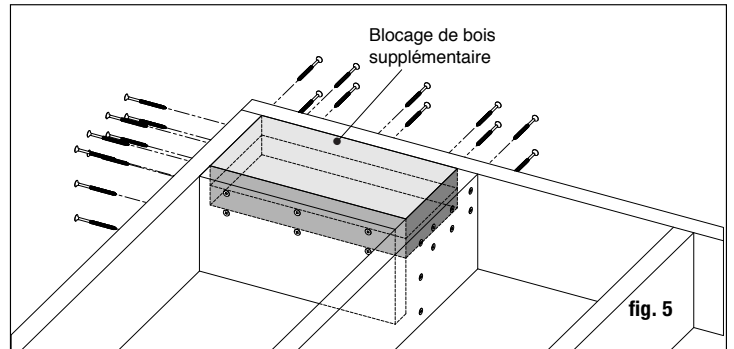

fig. 5
Étape 3 Installation des messages: Installez les poteaux en fixant la base en aluminium à la surface de la terrasse. Positionnez le poteau de façon à ce que l'attache entre dans la solive de plancher et assurez-vous que le platelage est fermement attaché à la solive à l'emplacement des poteaux. Un blocage structurel / une charpente appropriée sous le matériau de la terrasse est nécessaire lors de la fixation du poteau à une terrasse à ossature de bois, car la terrasse seule n'est pas approuvée comme ossature structurelle (fig. 5).